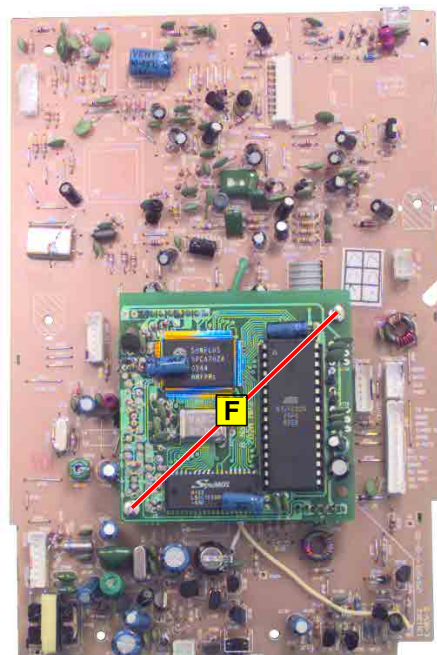

Fig. 19
- 2 Schrauben **F** (Fig. 19) herausdrehen.
- Undo 2 screws **F** (Fig. 19).